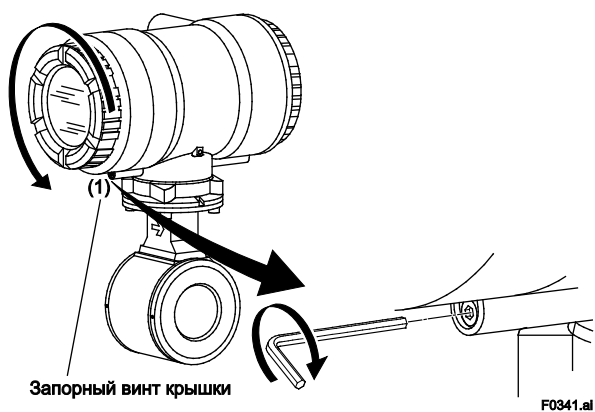
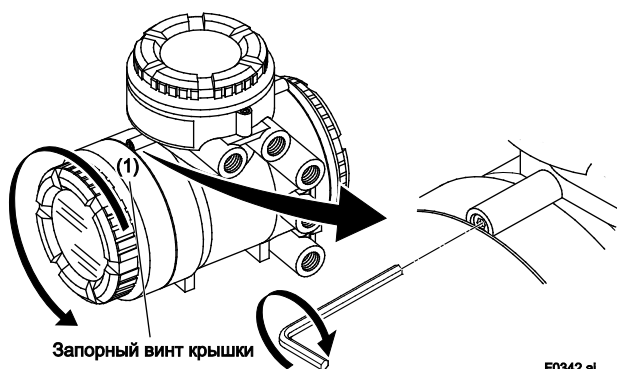

Рисунок 3.6.1 Снятие крышки индикатора (расходомер встроенного типа)
Рисунок 3.6.2 Снятие крышки индикатора (вынесенный преобразователь AXW4A)
- Освободите запорный винт крышки (1) (см. Рис. 3.6.1 и Рис. 3.6.2), поворачивая его по часовой стрелке шестигранным гаечным ключом, чтобы разблокировать крышку. При доставке с завода изготовителя крышка заблокирована. Держите расходомер в руке. Снимите крышку, поворачивая ее против часовой стрелки.
- Чтобы зафиксировать крышку, закрепите ее с помощью запорного винта крышки (1) (см. Рис 3.6.1 и Рис. 3.6.2), поворачивая его против часовой стрелки шестигранным гаечным ключом (с номинальным размером 3).